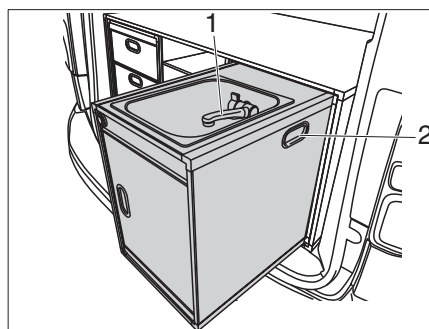

Figura 15 Módulo de enjuague
El módulo de enjuague puede desmontarse si es necesario. El grifo (Figura 15,1) y la función de carga de la toma USB se puede seguir utilizando incluso cuando está desmontado. Con la batería Campbox cargada en la parte posterior del módulo de enjuague este también se puede utilizar en exteriores.
- Sujetar de las empuñaduras empotradas (Figura 15,2) a la izquierda y derecha, levantar el módulo de enjuague y retirarlo del vehículo.